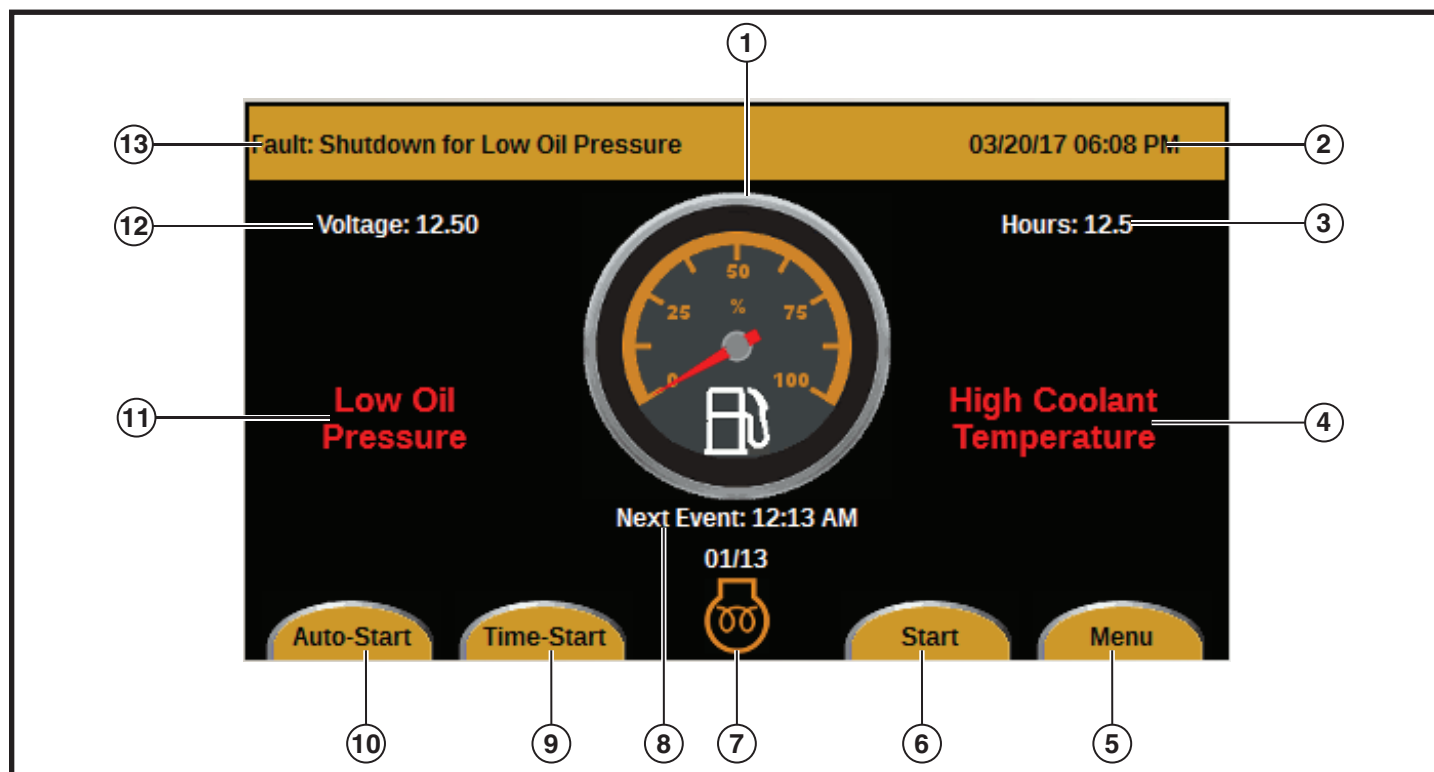

Figure 1
- Tous les messages de défaillance applicables (élément 13 dans Figure 1)
- La date et l'heure courantes (élément 2 dans Figure 1).
- Avertissement de faible pression d'huile (élément 11 dans Figure 1)
- La jauge de niveau du carburant (élément 1 dans Figure 1)
- Avertissement de température élevée du liquide de refroidissement (élément 4 dans Figure 1)
- La tension CC de la batterie (élément 12 dans Figure 1)
- Les heures de fonctionnement cumulatives du moteur (élément 3 dans Figure 1)
- L'heure à laquelle le prochain démarrage ou arrêt se produira (Élément 8 dans Figure 1)
Le bas de l'écran Main Operating (Fonctionnement principal) a le symbole de bougie de préchauffage en marche (élément 7 dans Figure 1) de même que quatre boutons.
- Le bouton Auto-Start (Démarrage auto) (élément 10 dans Figure 1): Appuyer sur le bouton Auto-Start (Démarrage auto) pour activer le programme démarrage/arrêt auto, qui démarrera le moteur au coucher ou près du coucher du soleil et arrêtera le moteur au lever ou près du lever du soleil. Appuyer de nouveau sur le bouton Auto-Start (Démarrage auto) pour arrêter le programme. Pour plus d'information sur le réglage des heures de lever et de coucher du soleil, voir Auto-Mode – Sunset/Sunrise-based Start/Stop Screen.
- Le bouton Time-Start (Démarrage planifié) (élément 9 dans Figure 1): Appuyer sur le bouton Time-Start (Démarrage planifié) pour activer le programme démarrage/arrêt planifié, qui démarrera ou arrêtera le moteur à des heures préétablies de la journée. Appuyer de nouveau sur le bouton Time-Start (Démarrage planifié) pour arrêter le programme. Pour plus d'information sur le réglage du programme démarrer/arrêter planifié, voir Automatic Control Setup Screen.
- Le bouton Start (Démarrer) (élément 6 dans Figure 1): Appuyer sur le bouton Start (Démarrer) pour démarrer le moteur. Le moteur démarrera après un délai de 15 secondes, et l'affichage changera de Start (Démarrer) à Stop (Arrêter). Appuyer sur le bouton Stop (Arrêter) pour arrêter le moteur.
- Le bouton Menu (élément 5 dans Figure 1): Appuyer sur le bouton Menu pour faire des changements dans la programmation (voir *Menu Écran*).